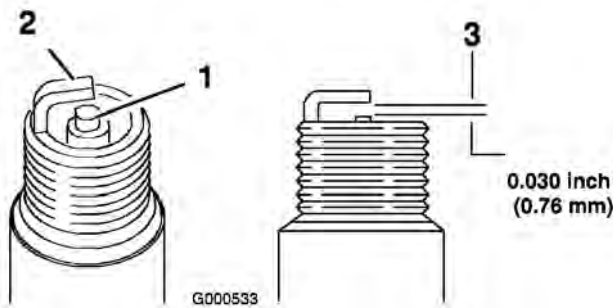

図 50
1. 中央の電極部(図 50)を観察する。
2. すきまゲージでエア・ギャップの点検を行い、隙間の大きさが適切でなければ側面の電極を注意深く曲げて調整する(図 50)。